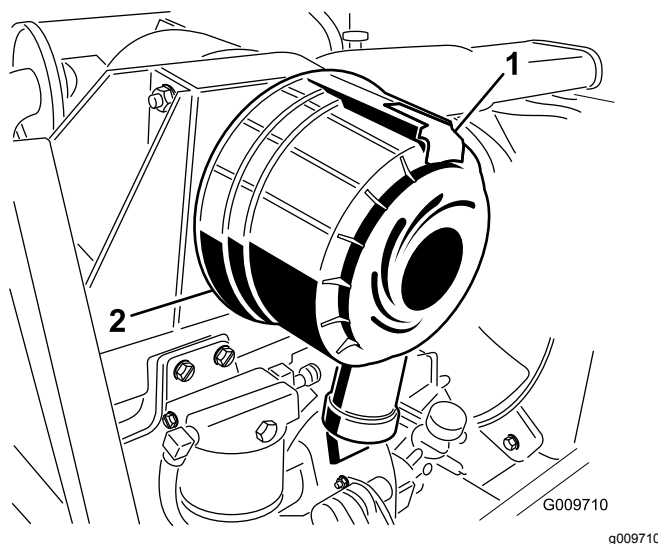

Figura 26
1. Puxe o trinco para fora e rode a cobertura do filtro de ar no sentido contrário ao dos ponteiros do relógio (Figura 26).